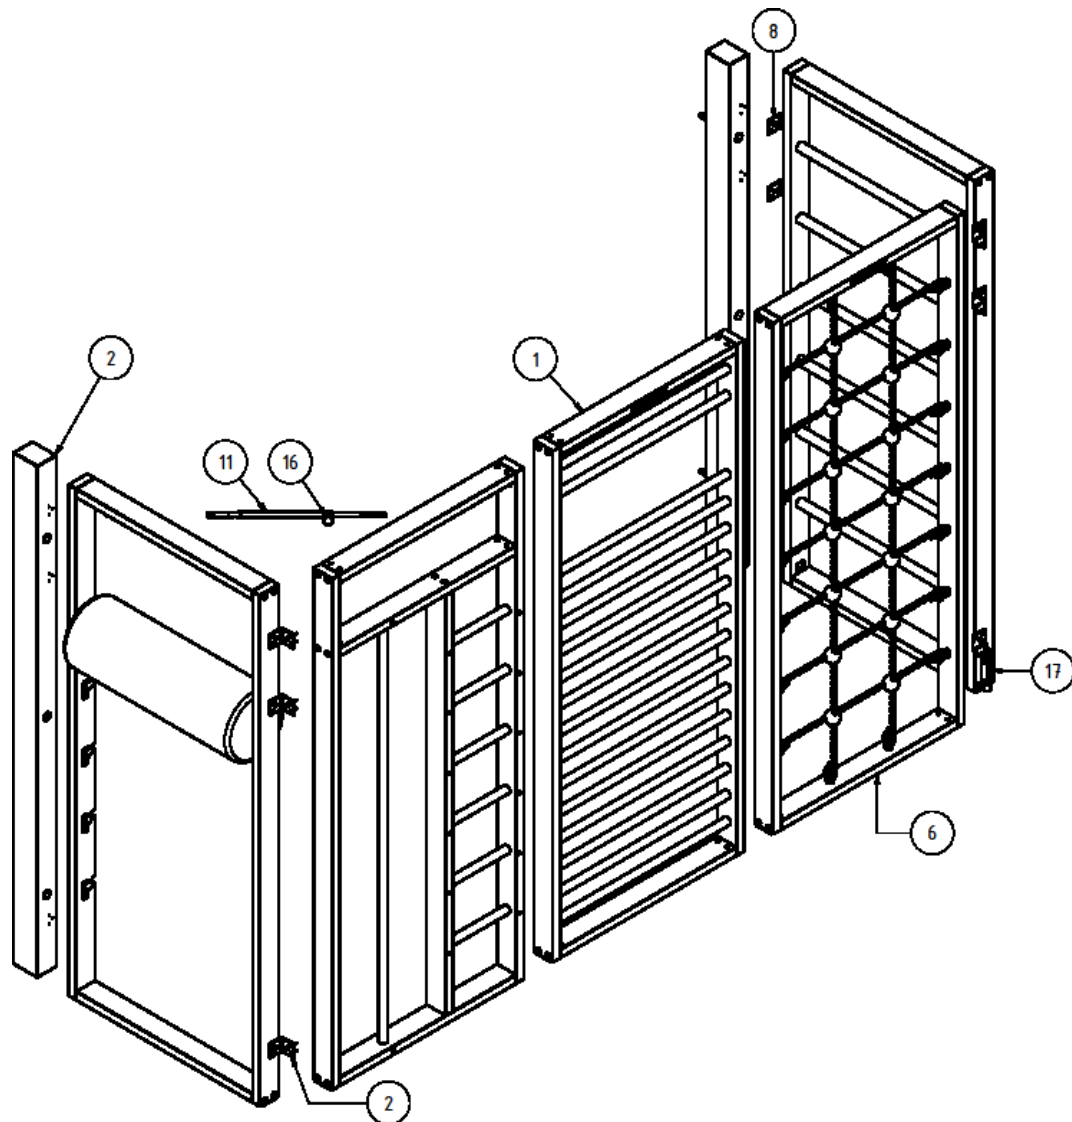

Abb. 4: Montage der Kletter-Einzelemente
Als nächstes bekleben Sie alle Kletter-Einzelemente ① auf der Unterseite mit Filz ⑥, um Beschädigungen am Fußboden zu vermeiden. Danach montieren Sie die seitlich schwenkbaren Elemente an die Wandbalken. Das Schwenkelement am linken Wandbalken wird mit 3 gleichseitigen Scharnieren ⑦ befestigt, während dafür am rechten Wandbalken 3 versetzte Scharniere ⑧ verwendet werden. Zur Befestigung der Scharniere dienen die Spaxschrauben ⑨. Anschließend verbinden Sie die 3 mittleren Elemente miteinander. Verwenden Sie dafür pro Seite 6 Spaxschrauben $\varnothing 5 \times 60$ ⑩, die jeweils von außen in das mittlere Element geschraubt werden. Danach befestigen Sie diese Elemente mittels 6 gleichseitiger Scharniere sowie Spaxschrauben an die bereits montierten, seitlich schwenkbaren Elemente. Alle beschriebenen Verbindungen sind auch in Abb. 4 dargestellt.